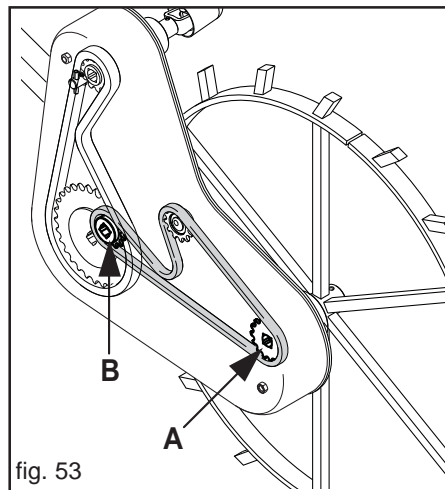

fig. 53
- In base alla larghezza di lavoro dell'attrezzatura posteriore è necessario impostare il corretto rapporto di trasmissione sulla ruota motrice, come indicato in tabella (vedi Tabella 5 «A-B» e Fig. 53), per ottenere una corretta distribuzione.